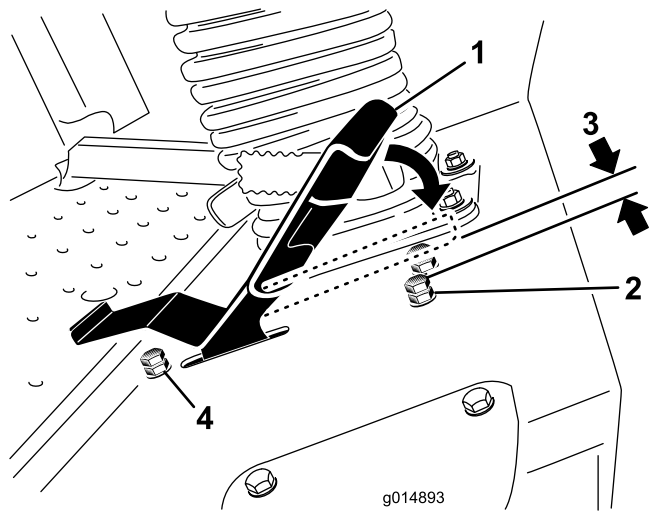

Bild 47
3. Lösen Sie für das Fahrpedal die Klemmmutter an der Anschlagsschraube (Bild 47).